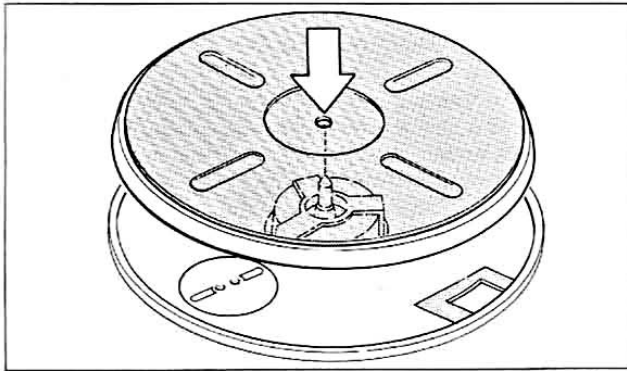

Fig. 1
1. Turntable platter — remove the red tape used to prevent damage to the parts during shipment; and carefully fit the platter into the turntable shaft of the cabinet (fig. 1).
1. Plattenteller — Das rote Klebeband entfernen, das während des Transports zum Schutz der Teile diente; den Plattenteller vorsichtig auf die Tellerachse des Chassis setzen. (fig. 1).
1. Plateau — enlever le ruban rouge servant à protéger les organes pendant le transport, et poser précautionneusement le plateau sur l'axe de la platine tourne-disque. (fig. 1).
1. Piatto del giradischi — togliere il nastro rosso usato per prevenire danni alle parti durante il trasporto; poi con delicatezza inserire il piatto nel perno del piatto del mobiletto (fig. 1).